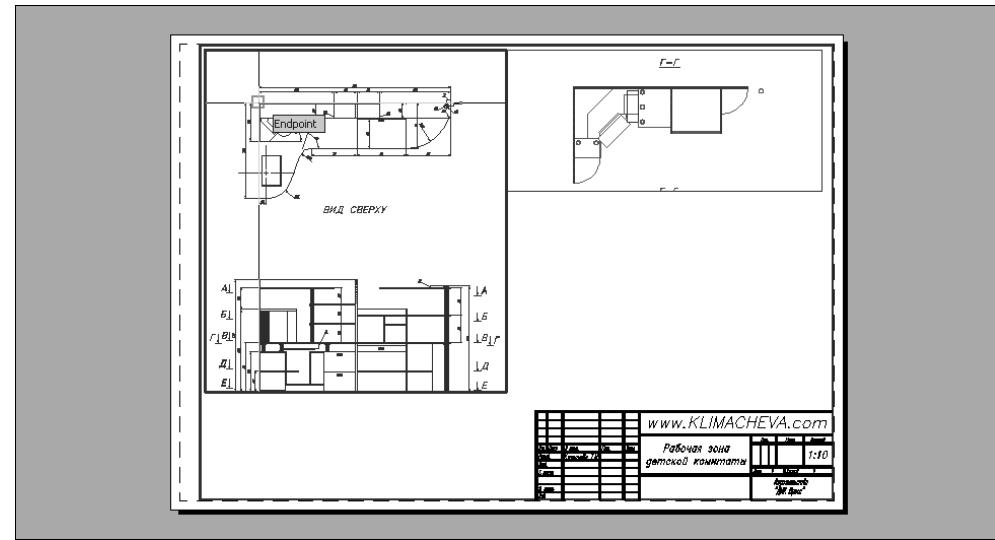

Рис. 13.31 ▼ Выбор базовой точки, по которой должен быть выровнен чертеж на правом видовом экране
15. Введите в командном окне **по (Z)** и **0 .04xp**, чтобы привести чертеж разреза Г-Г к масштабу 1:25.
16. Теперь было бы неплохо выровнять чертеж вида сверху и разреза Г-Г по горизонтали. Для этого нужно использовать команду **Форматл** (MVSETUP). Введите ее в командном окне, а затем введите опцию **Выровнять** (ALIGN) или просто **в** (A), для перехода в режим выравнивания.
17. В ответ на запрос выбрать тип выравнивания введите **Горизонтальное** (HORIZONTAL) или просто **г** (H). AutoCAD предложит выбрать базовую точку. Щелкните на *левом* видовом экране, чтобы сделать его активным, и, включив режим привязки **Конточка** (Endpoint), выберите точку, которая находится на чертеже вида сверху в левом верхнем углу рабочей зоны (рис. 13.31).